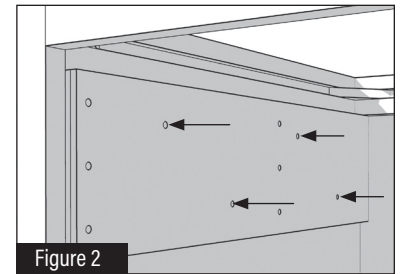
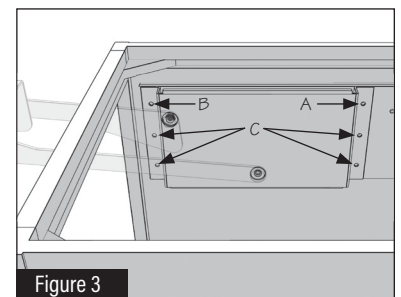

Figure 2
Figure 3
- 2** Using the 4 Spacer Mounting Holes attach in place with (4) black #8 screws (Fig. 2).
- 3** Position the remaining spacer in the same location on the opposite (nonhinged) side and attach with (4) black #8x5/8" screws.
- 4** Identify the left Lift Mechanism and position it over the left spacer aligning it's (6) installation holes with the (6) spacer Lift Mechanism Mounting Holes. Install using (6) silver #8x3/4" screws in the following order (Fig. 3):
- 2** Usando los 4 orificios de montaje del espaciador, fije en su lugar con (4) tornillos negros #8 (Fig. 2).
- 3** Coloque el espaciador restante en la misma ubicación en el lado opuesto (sin bisagras) y fíjelo con (4) tornillos negros #8 x 15.87 mm.
- 4** Identifique el mecanismo de elevación izquierdo y colóquelo sobre el espaciador izquierdo alineando sus (6) orificios de instalación con los (6) orificios de montaje del mecanismo de elevación del espaciador. Instale usando (6) tornillos plateados #8 x 19.05 mm en el siguiente orden (Fig. 3):